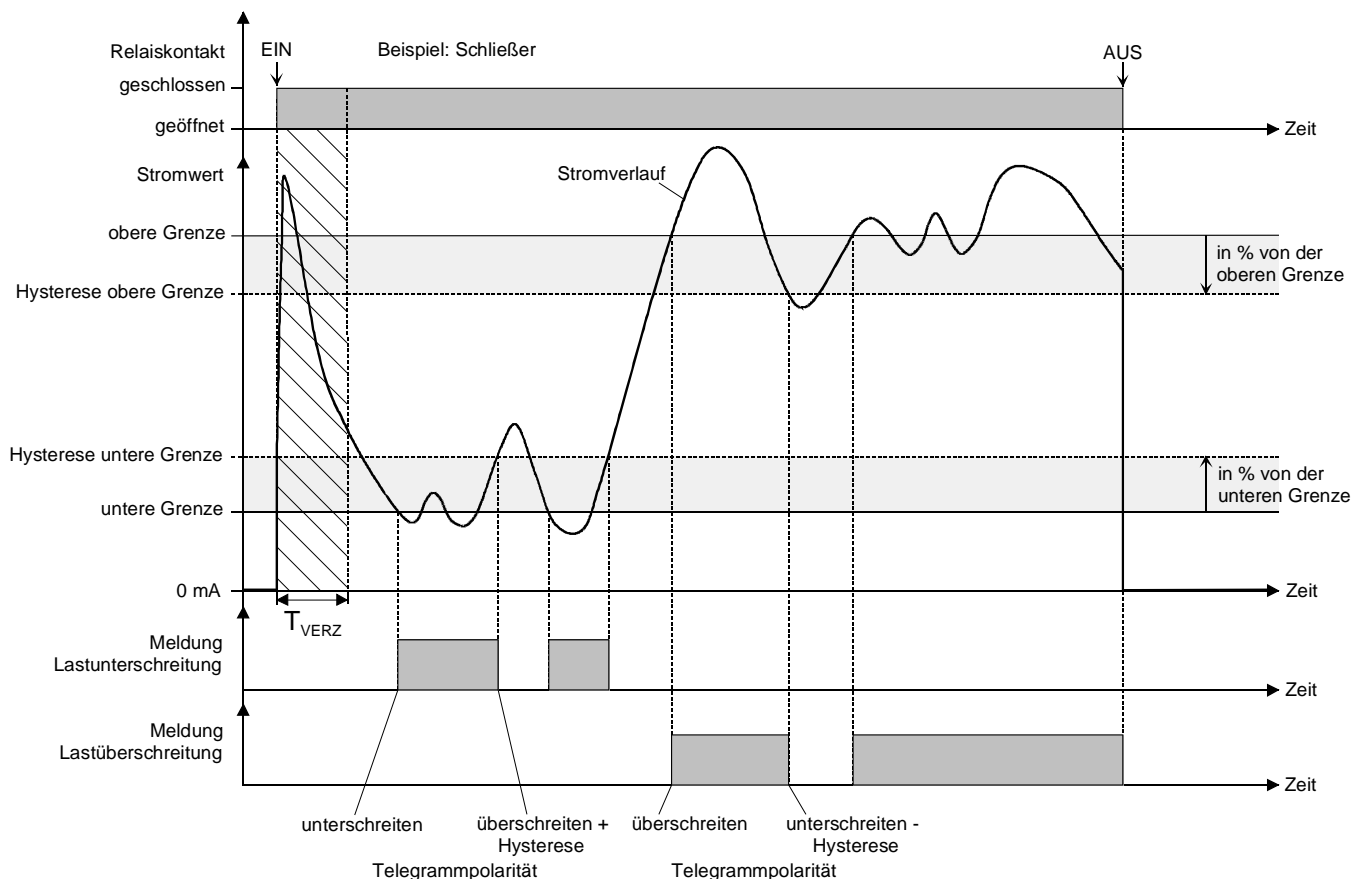

Bild 17: Lastüberwachung mit festen Lastgrenzen (exemplarischer Stromverlauf)
- Die Überwachung kann mit fest in der ETS parametrierten Lastgrenzen erfolgen. Die Lastgrenzen sind unabhängig vom Laststrom frei definierbar (vgl. Bild 17). Diese Methode bietet sich beispielsweise für fest und dauerhaft installierte Lasten an.